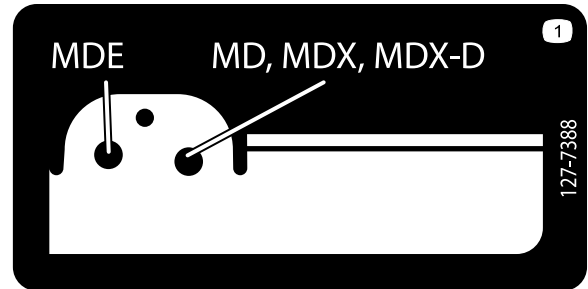

Bild 23
6. Stellen Sie für Ihren Maschinentyp fest, in welchem Loch der inneren und äußeren Hubhalterung der Lastösenbolzen für den Hubaktuator ist, siehe Aufkleber auf der inneren Halterung (Bild 23).